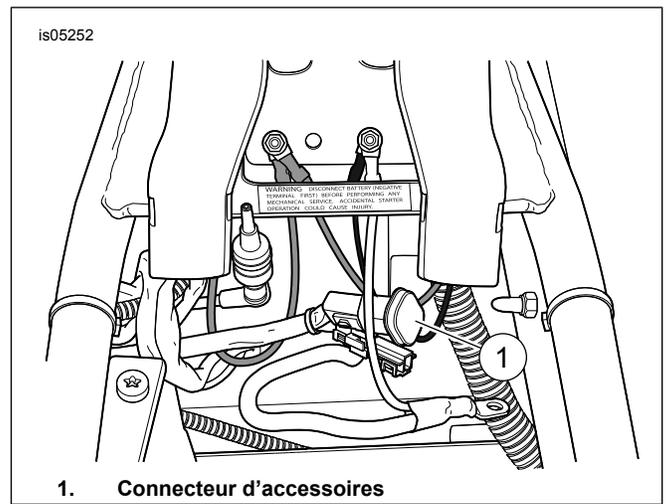

Figure 4. Connecteur d'accessoires sous le siège
22. **Modèles Classic** : Voir Figure 4. Si nécessaire, percer un trou dans la partie inférieure gauche du Tour-Pak et installer un œillet. Acheminer le fil de porte-bagage dans l'œillet.
23. Se reporter à l'annexe électrique du manuel d'entretien pour installer les alvéoles de borne (8) sur les fils de feu de porte-bagage et installer les bornes sur le boîtier à trois alvéoles (7) comme suit :
24. Brancher le feu du porte-bagage au connecteur mâle du faisceau de fils à deux connecteurs (12) et brancher au connecteur d'accessoires sous le siège.